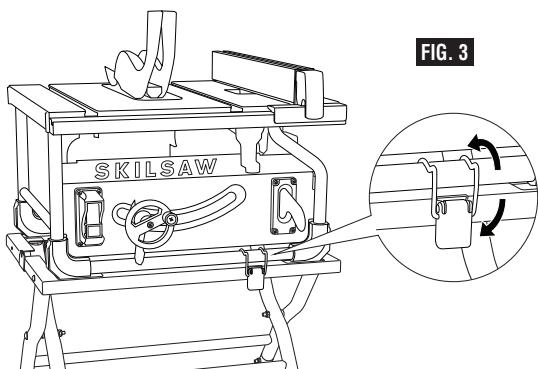

FIG. 3
- Una vez que la base de la sierra esté alineada, enganche las abrazaderas ubicadas en la parte delantera y en la parte trasera sobre la base de la sierra y bloquéelas en la posición correcta (Fig. 3).